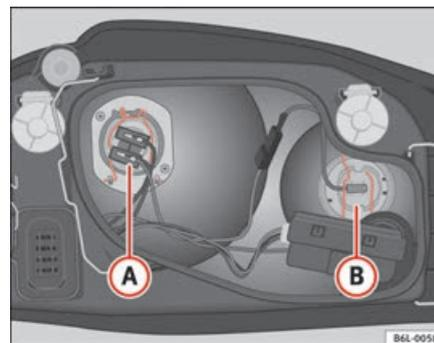

Fig. 152 Lampada anabbaglianti
- Estrarre il connettore del cavo della lampada (A) ⇒ fig. 152.